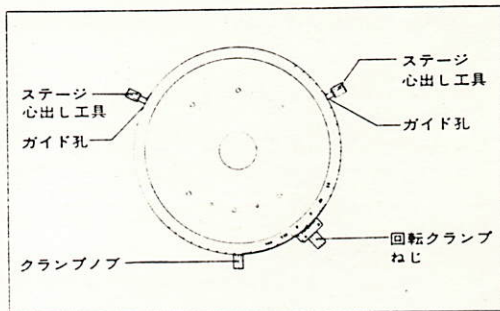

図4
- 2) 心出し工具を回転ステージのガイド孔に差し込み、心出しねじを反時計方向に回転させ、十分緩めておきます。クランプノブも少し緩めておきます。(図4)